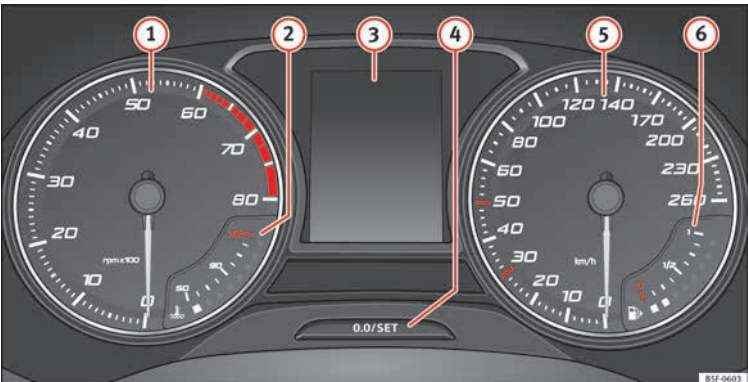

Fig. 124 Cuadro de instrumentos en el tablero de instrumentos.
»» **fig. 124:**
El cuentarrevoluciones muestra el régimen de revoluciones del motor por minuto » fig. 124 ❶.
La aguja del cuentarrevoluciones ❶ » fig. 124 sólo deberá alcanzar la zona roja durante un breve período de tiempo, de lo contrario corre el peligro de sufrir daños en el motor.
Al conectar el encendido, en la pantalla del cuadro de instrumentos » fig. 124 ❸ puede visualizarse información diversa, en función del equipamiento del vehículo:
- Pulse brevemente el botón » **fig. 124 4** para restablecer el cuentakilómetros parcial a 0.
- Para ajustar la hora, mantenga pulsado el botón » **fig. 124 4** durante más de 3 segundos para seleccionar el indicador de horas o bien de minutos.
Mantenga pulsado el botón » » fig. 124 ④ durante más de 15 segundos para visualizar las letras distintivas del motor (MKB) del vehículo. Para ello, el encendido debe estar conectado y el motor apagado.